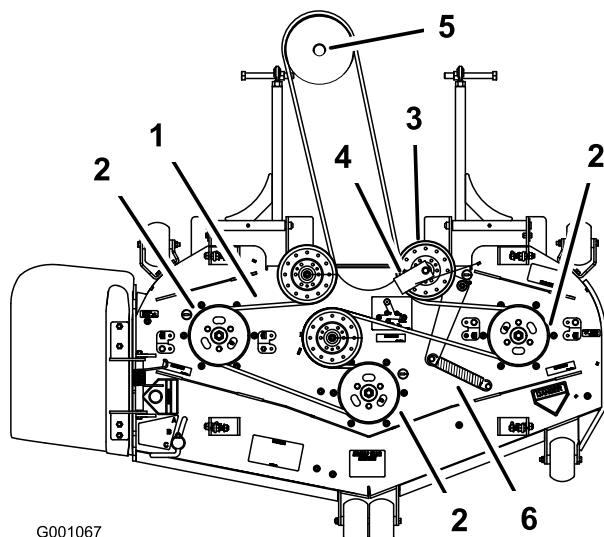

Figura 68
8. Montate la nuova cinghia attorno alle pulegge del tosaerba ed alla puleggia degli ingranaggi, sotto il motore (Figura 68).
9. Montate il guidacinghia sul tendicinghia a molla, ad un angolo di 45 gradi, come illustrato in Figura 68.
11. Montate la molla di rinvio sui 2 poli (Figura 68).